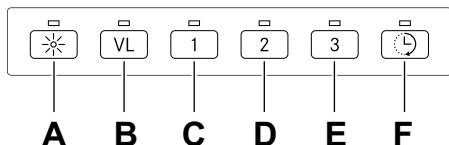

Fig. 10
1. Åpne programmering: Hold inne knappene A og B i tre sekunder til begge blinker tre ganger, se Fig. 10. Programmeringsmodus er da aktiv i 30 sekunder.
3. Lagre programmering: Hold inne knappene A og B i tre sekunder, se Fig. 10. Knapp A og B blinker to ganger for å bekrefte at programmeringen er lagret.